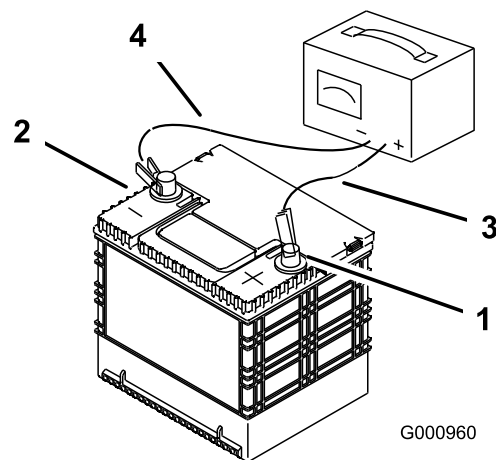

Figura 45
- Cuando la batería esté completamente cargada, desconecte el cargador de la toma de electricidad, luego desconecte los cables del cargador de los bornes de la batería (Figura 45).